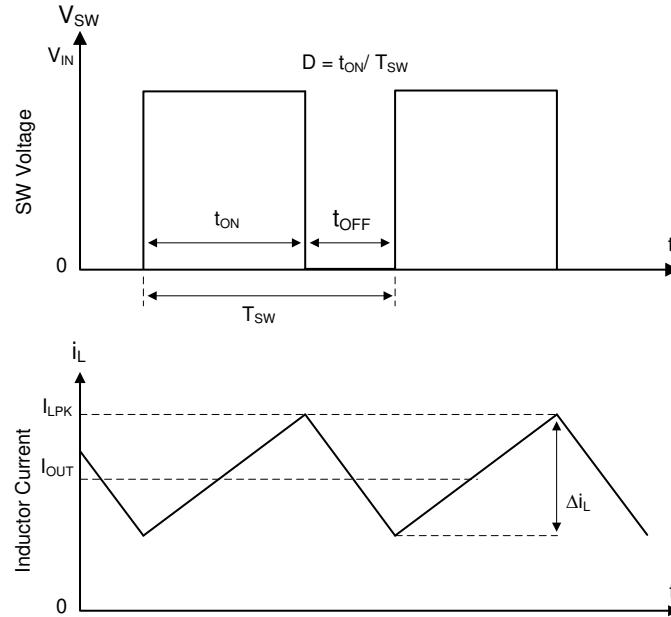

图 9-1. 连续导通模式 (CCM) 下的 SW 节点和电感器电流波形
TPS6293x 的以下运行说明涉及 功能方框图 和 图 9-1 中的波形。TPS6293x 是一款同步降压转换器，具有集成式高侧 (HS) 和低侧 (LS) MOSFET (同步整流器)。TPS6293x 通过使用受控的占空比打开高侧和低侧 NMOS 开关来提供稳定的输出电压。高侧开关导通期间，SW 引脚电压上升至约 V_{IN} ，电感器电流 i_L 以线性斜率 ($V_{IN} - V_{OUT}/L$) 增加。当高侧开关被控制逻辑断开时，低侧开关在经过反击穿死区时间后将会导通。电感电流通过低侧开关以斜率 V_{OUT}/L 放电。降压转换器的控制参数为占空比 $D = t_{ON}/T_{SW}$ ，其中 t_{ON} 是高侧开关导通时间， T_{SW} 是开关周期。转换器控制环路通过调整占空比 D 来维持恒定的输出电压。在可忽略损耗的理想降压转换器中， D 与输出电压成正比，与输入电压成反比： $D = V_{OUT}/V_{IN}$ 。